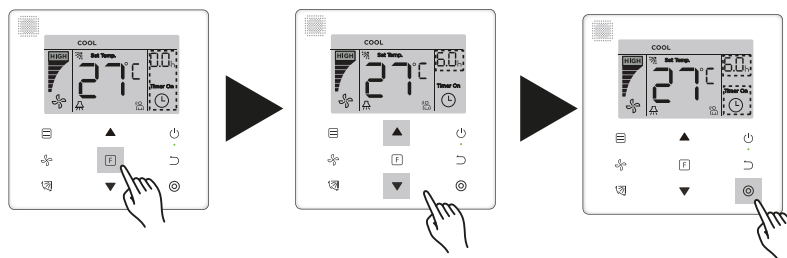

Figura 28
1. Ajuste de "Temporizador de encendido": Presione el botón  (Función) para ir al ajuste "Temporizador de encendido", la pantalla mostrará "0.0h Time On" (Tiempo de encendido 0,0h), y las palabras "Time On" (Tiempo de encendido) parpadearán, luego presione el botón  (Confirmar) para ir al ajuste del temporizador. Presione los botones  y  para ajustar la hora y presione el botón  (Confirmar) para completar el ajuste del temporizador (vea la Figura 28).